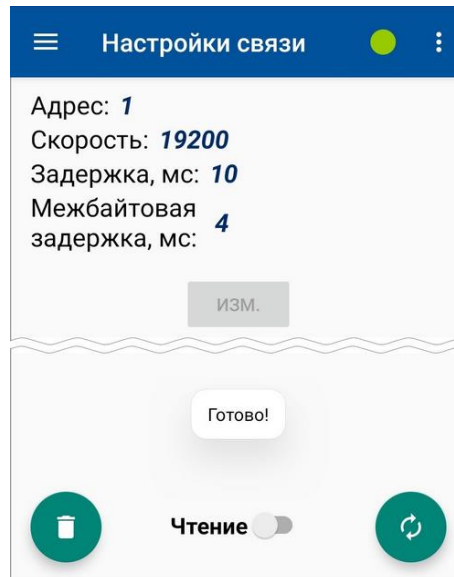

Рис.28. Вид дочернего окна приложения «Лайт М NFC».
4.2.2.2. Дочернее окно приложения открывается после нажатия в интерактивном списке на строку с соответствующим наименованием и может иметь следующий вид (рис.28):